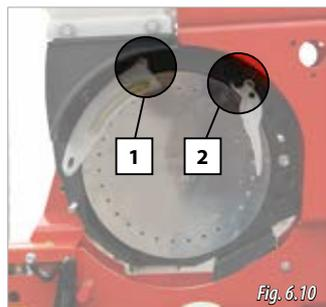

Fig. 6.10
- 2- Déposez le sélecteur de semences (1, Fig. 6.10) de la rainure de fixation en tirant dessus. Puis dévissez la molette de l'éjecteur de semences pour le retirer (2, Fig. 6.10).